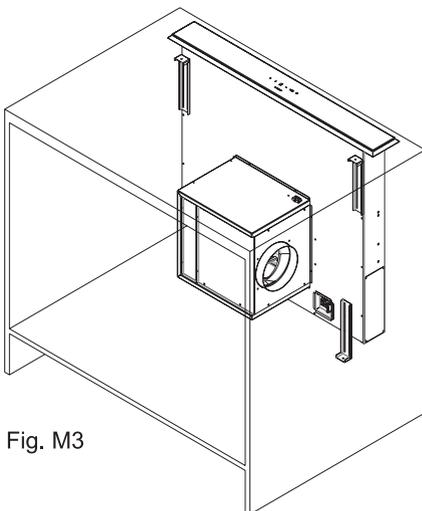

Fig. M3
- Es posible conectar el aire de escape a la campana desde todas las direcciones (Figura M3). A fin de esto, puede atornillar el módulo del motor después de instalar de manera apropiada la cubierta protectora de la campana. La salida de aire en la parte delantera se proporciona destornillando la placa de ángulo junta con la conexión de ventilación redonda y el motor debajo, luego girarse y atornillarse nuevamente.
**Fije el módulo del motor al marco de la campana** (Fig. M3) . Preste atención a la dirección de soplado del motor.